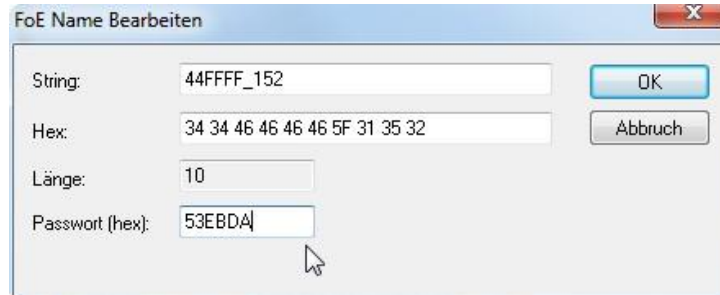

Abbildung 4
- Betätigen sie nun die Schaltfläche „Öffnen“, die den folgenden Dialog öffnet. Dort muss die Checksumme in das Feld „Passwort“ eingetragen werden. **Die Checksummen-Information erhalten Sie stets zusammen mit der jeweiligen Update-Datei.** Im unteren **Beispiel** der Abbildung 4 hat die Checksumme den Wert 0x53EBDA. Der Wert ist dann ohne die führenden Zeichen 0x einzugeben.